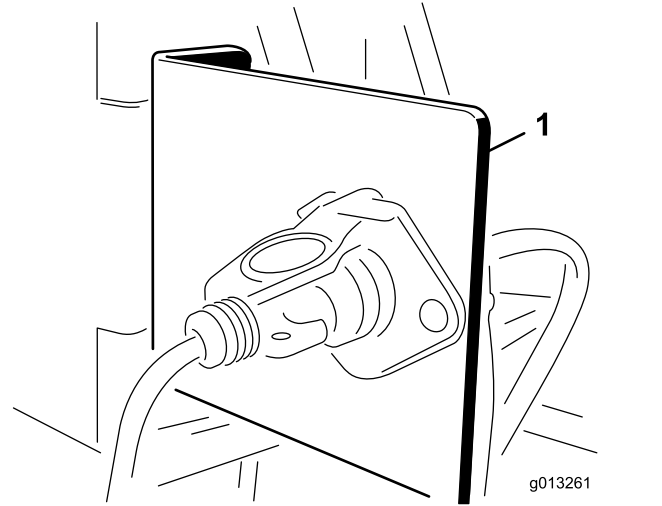

Figure 11
- Montez le support de la prise électrique sur un point fixe à l'arrière du véhicule tracteur au moyen de l'un des supports prévus (Figure 11).